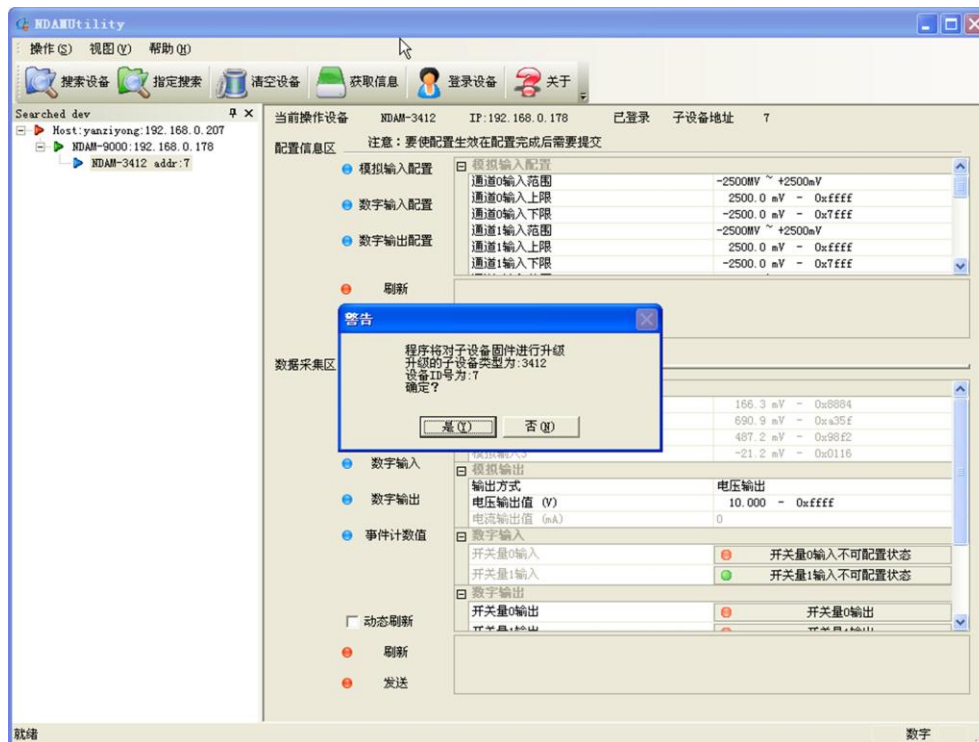

图 4.12 子设备升级确认
- 2) 选择固件升级后，配置软件将会弹出对话框，如图 4.12 所示。确认要升级的设备地址和设备类型是正确的，则选择“是”继续进行升级，否则选择“否”退出升级。